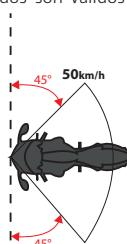

Imagen 3
Se espera que el sistema Tech-Air® 3 se inflé y proteja antes de que el cuerpo del usuario entre en contacto con un obstáculo, en las colisiones en las que una motocicleta choca con un vehículo u obstáculo (Imagen 3) de acuerdo con las siguientes condiciones:
Ángulo de impacto (Imagen 3)	De 45° a 135°
**¡IMPORTANTE!** La Imagen 3 describe el Envelope of Protection en donde se espera que el Sistema Tech-Air® 3 se inflé antes de que las zonas cubiertas del cuerpo del usuario entren en contacto con un obstáculo. A velocidades superiores a 50 km/h (31 mph) o fuera del ángulo de impacto declarado, se espera que el Sistema se despliegue también; sin embargo, fuera de la envoltura de protección el Sistema puede no estar completamente inflado antes de que haya contacto entre el obstáculo y las zonas cubiertas del usuario.